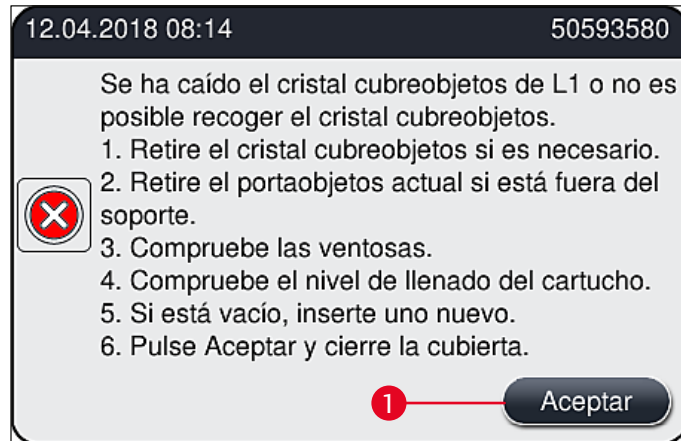

Fig. 110
Si el **módulo Pick&Place** pierde un cristal cubreobjetos durante el transporte hasta el portaobjetos o si el **módulo Pick&Place** no puede extraer un cristal cubreobjetos del cartucho de cristales cubreobjetos después de 3 intentos, se notifica al usuario mediante un mensaje de error (→ Fig. 110).
- ① Si se muestra este mensaje (→ Fig. 110), el usuario debe comprobar primero si se ha perdido un cristal cubreobjetos durante el transporte hasta el portaobjetos o si el **módulo Pick&Place** no ha podido extraer un cristal cubreobjetos del cartucho de cristales cubreobjetos.